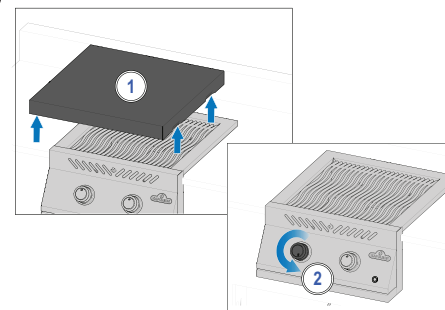

Fig. 2
4. Hvis brænderen ikke vil optændes- drej brænderkontrolknappen med uret til SLUK-positionen. Vent fem minutter. Gentag trin 2 og 3. (Fig. 2)